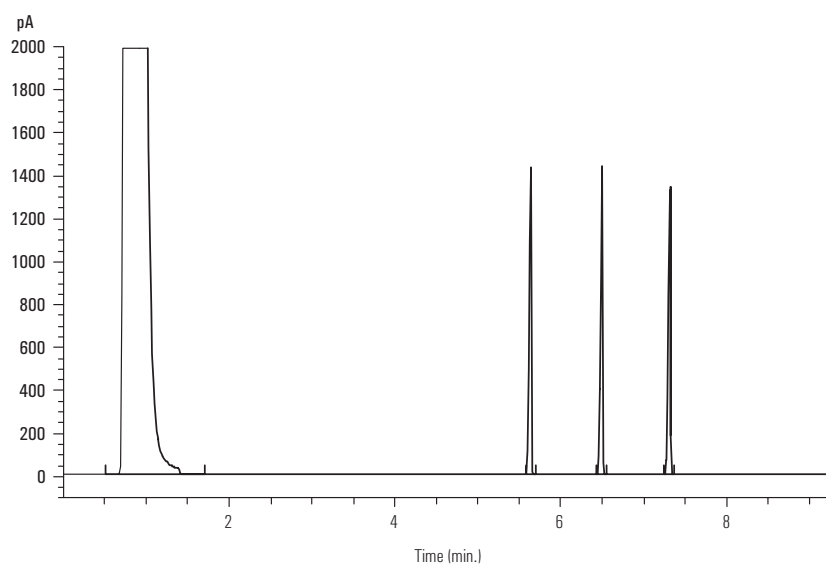

図 9. FID チェックアウトのクロマトグラム例
2. 図 9 と同様なクロマトグラムが得られたことを確認します。